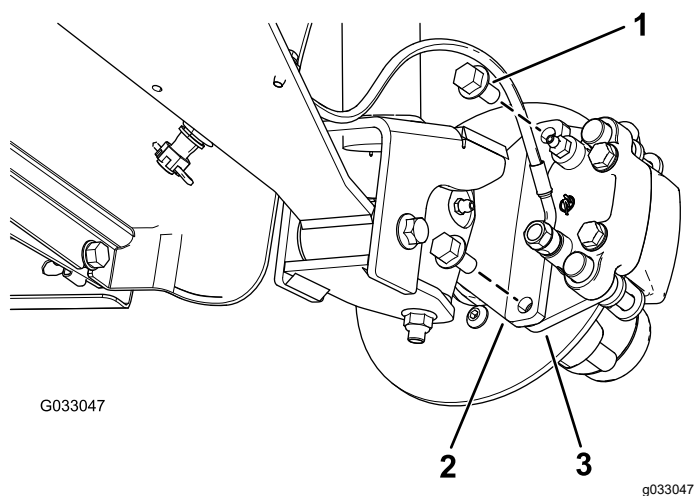
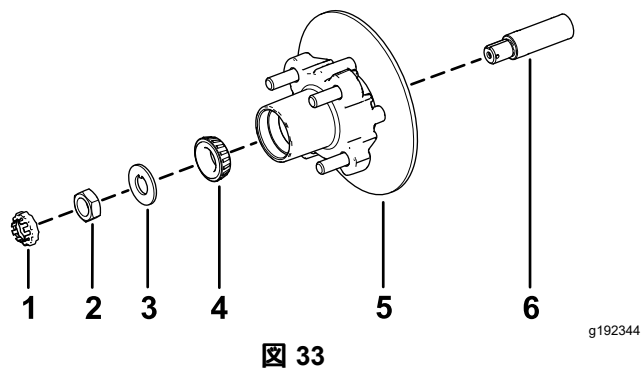

図 29
図 33
3. ブレーキアセンブリ用のブラケットをスピンドルに固定しているフランジヘッドボルト $\frac{3}{8}$ " x $\frac{3}{4}$ "を外してスピンドルからブレーキを取り外す 図 29。
1. スピンドルに所定のグリスを薄く塗る 図 33。
2. ハブとロータをスピンドルに取り付ける。ロータを内側にする 図 33。
3. スピンドルに外側ベアリングを取り付けてレースにはめる 図 33。
4. スピンドルにタブワッシャを取り付ける 図 33。
5. スピンドルにスピンドルナットを取り付け、ハブを回してベアリングを着座させながらナットを 15 N·m 1.52 kg.m = 11 ft-lb に締めつける 図 33。
2. ブレーキパッドをロータのそれぞれの側に合わせ 図 29、キャリパブラケットの穴と、スピンドルフレームのブレーキ取り付け部の穴を整列させる 図 33。
3. キャリパブラケットをスピンドルフレームに固定する 図 29 フランジヘッドボルト $\frac{3}{8}$ " x $\frac{3}{4}$ " 2本を使用する。